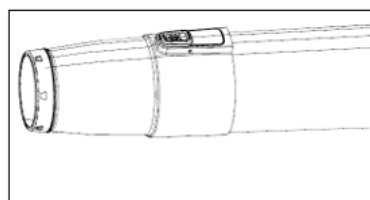

Fig 5
3. Empuje la boquilla hacia el tubo hasta que el pestillo encaje en su lugar (Fig. 5).